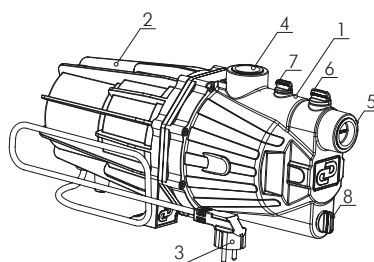

Рисунок 3
4.2. Основные составляющие поверхностного насоса «ДЖАМБО ПРО» (П, Н) (рисунок 3)